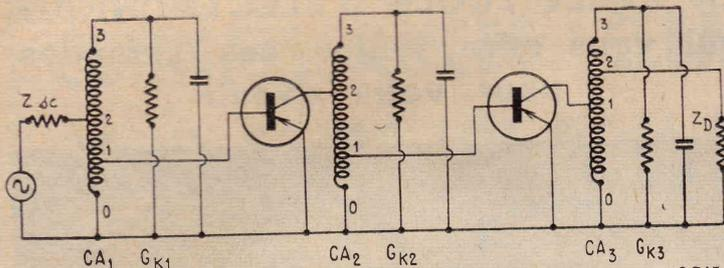

FIG. 170. — Schéma simplifié de l'amplificateur à deux étages OC45. Prises sur les bobinages
a) Rapport entre les nombres de spires. La figure 170 montre le schéma simplifié des deux étages dans lequel on a :